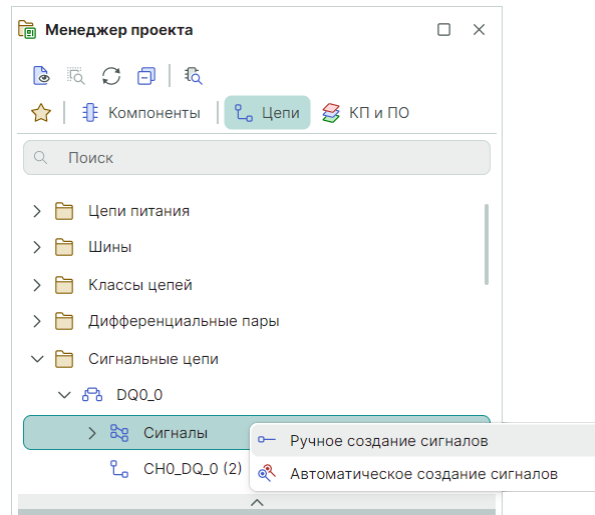

Рис. 148 Создание сигнала для выбранной сигнальной цепи в ручном режиме
1. В панели «Менеджер проекта» в узле «Сигнальные цепи» выберите сигнальную цепь, установите курсор на пункт «Сигналы», вызовите контекстное меню и выберите пункт «Ручное создание сигналов», см. Рис. 148.